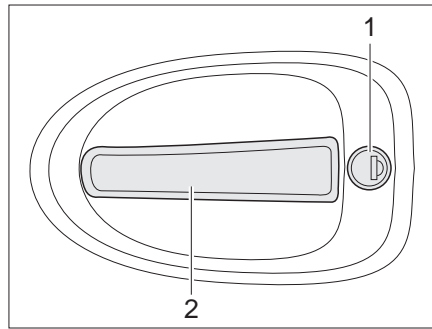

Bild 28 Türschloss Fahrtür, außen
- Schlüssel in Schließzylinder (Bild 28,1) stecken und drehen, bis das Türschloss entriegelt ist.
- Am Türgriff (Bild 28,2) ziehen. Die Tür ist geöffnet.
- Schlüssel in Schließzylinder (Bild 28,1) stecken und drehen, bis das Türschloss verriegelt ist.